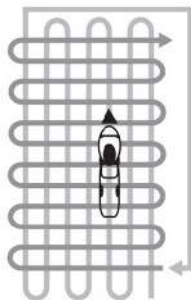

Рис. 17. Схема перпендикулярного скашивания
5. При кошении в тяжелых условиях (п. 3,4) рекомендуется проводить повторный покос с меньшей высотой скашивания. При этом рекомендуется использовать схему перпендикулярного скашивания. На (Рис. 17) представлена схема движения газонокосилки при выбросе травы в травосборник.